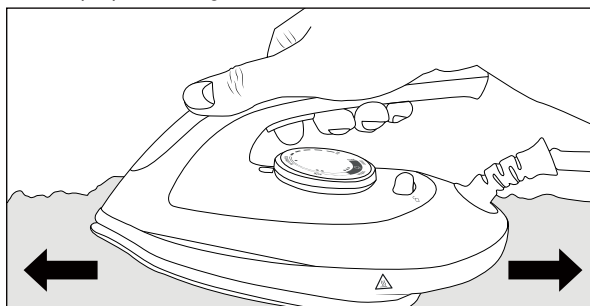

Fig. 2
- ◆ Afin d'éliminer tout résidu de production, repassez plusieurs fois un vieux chiffon propre (voir Fig. 2).